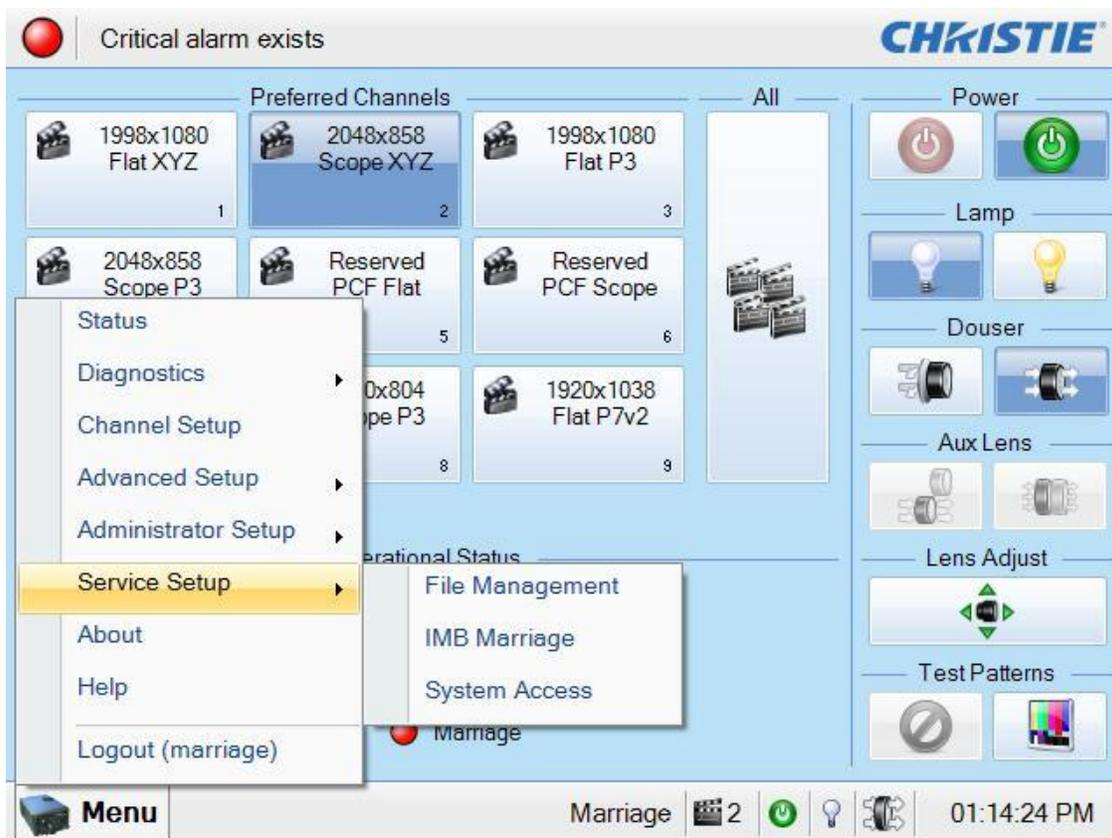

Figura 23: Menu inicial do projetor Christie com menu Service Setup
- No menu pop-up, selecione Service Setup e IMB Marriage (Figura 23).